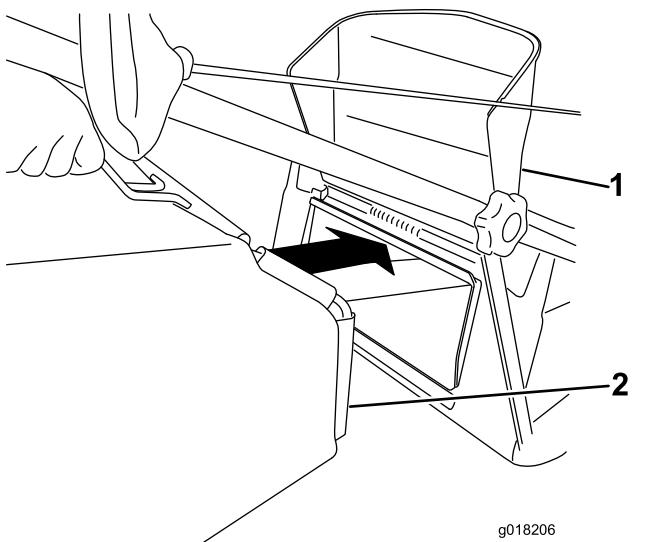

Figura 14
3. Prenda o saco de relva na sua posição (**Figura 14**).